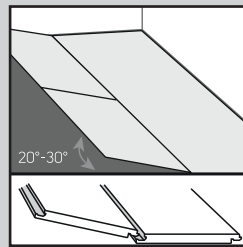
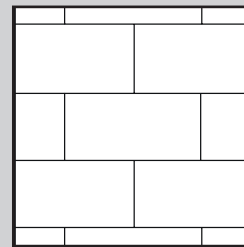
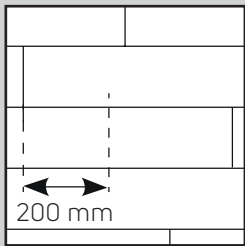

Fig. 3
Fig. 3a
Fig. 3b
4. Commencez la deuxième rangée en emboîtant la languette dans la rainure qui tient la lame à un angle d'environ 30°. Poussez ensuite fermement la lame/dalle dans la rainure de la première rangée. Poser la lame/dalle suivante en emboîtant la languette dans la rainure le long du bord court. Présenter ensuite la languette dans la rainure sur le côté long, en inclinant les lames/dalles pour qu'elles s'emboîtent (Figure 3). Il convient de poser les dalles et les lames en « décalé » pour faire en sorte que les quatre coins ne se touchent jamais (Figure 3a et Figure 3b).